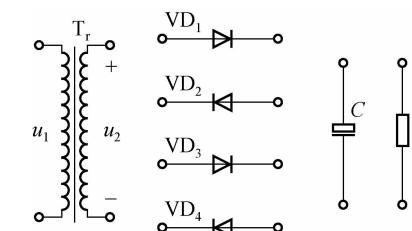

图 1-14
- (1) 如图 1-14 所示，连接所给器件，搭建具有降压、桥式整流和滤波功能的电源电路，所带负载为 R_L 。要求在 u_2 的正半周时 VD_1 和 VD_4 导通， u_2 的负半周时 VD_3 和 VD_2 导通。(6 分)
- (2) 若 $U_2 = 10$ V， $R_L = 1$ kΩ，则 U_L 和 I_L 各为多少？(4 分)
- (3) $U_2 = 10$ V，在电路器件连接完好的情况下，用电压表在负载上测的电压有可能为 0 V、4.5 V、9 V、10 V 或 14 V。试分析出现以上不同电压的原因。(10 分)